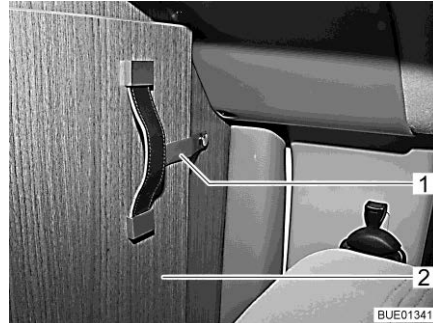

Bild 52 Låsband
- Lossa låsbandet (Bild 52,1) från den fällbara delen av skiljeplattan till förarhytten (Bild 52,2).